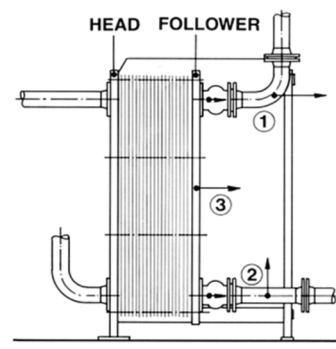

Fig. 12
Flanschanschlüsse müssen demontierbar sein. Siehe Fig. 12, dies ist ein Rohranschluss. Beim Eintritt kann evtl. ein Filter montiert werden. Bei sämtlichen Rohranschlüssen wird empfohlen, Absperrventile zu montieren. Aus Kontrollrückichten sollen Thermometer und Manometer werden.
3.2.3) KORREKTE ROHRMONTAGE (FIG. 12)